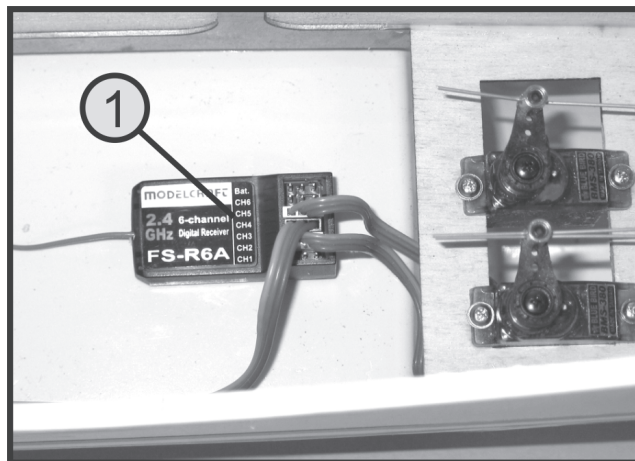

Afb. 20
Leg de vliegaccu (4) op de van klittenband voorziene accuplaat (zie ook afbeelding 20) en maak de accu met de klittenbinder vast.